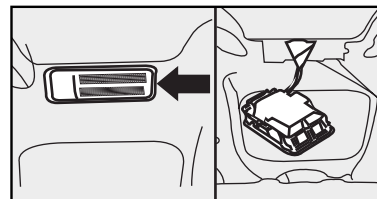

fig. 36
- saque la mica **fig. 36**, haciendo palanca con un destornillador en el punto indicado por la flecha-**fig. 36**;